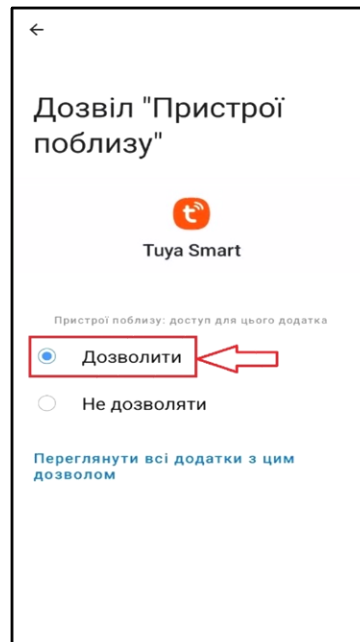

Рисунок 25
8.4. У «Дозвіл "Пристрою поблизу"» встановити «Дозволити» (рис.25);